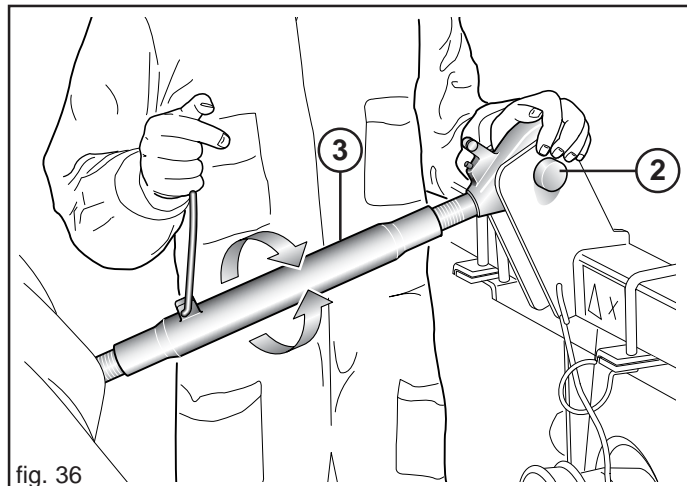
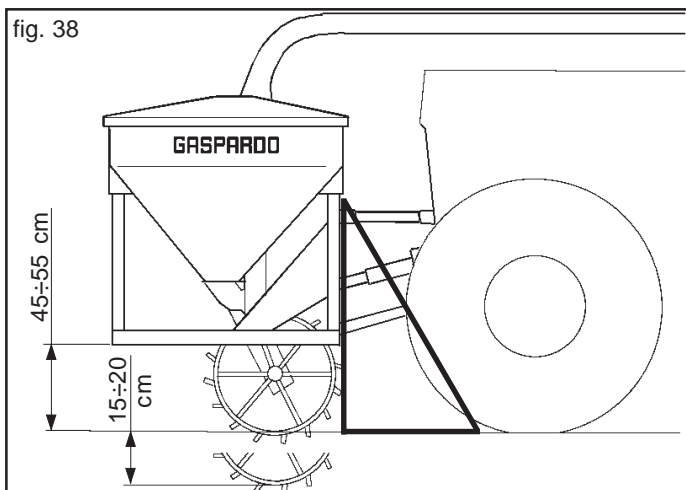

fig. 36
fig. 38
- 2) Relier le troisième point supérieur (2, Fig. 36); bloquer la cheville par la goupille "ad hoc". Positionner le machine perpendiculairement au sol (Fig. 38) par l'entretoise de réglage (3, Fig. 36).
- 5) Soulever l'outil avant, enlever les pieds d'appui. Afin d'assurer la rotation de la roue de transmission, régler la hauteur du sol de l'outil en position de travail ( $45 \div 55$  cm Fig. 38). Cette distance doit être maintenue constante pendant le labour.
- 6) En conditions de travail, garantir l'adhérence de la roue motrice au sol. Utiliser les maillons de chaîne (C), illustrés à la Figure 42, pour régler une course totale d'environ  $15 \div 20$  cm (Fig. 38).